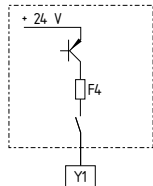

Fig. 7
**Saída de sinal Y1 (ver Fig. 7)**